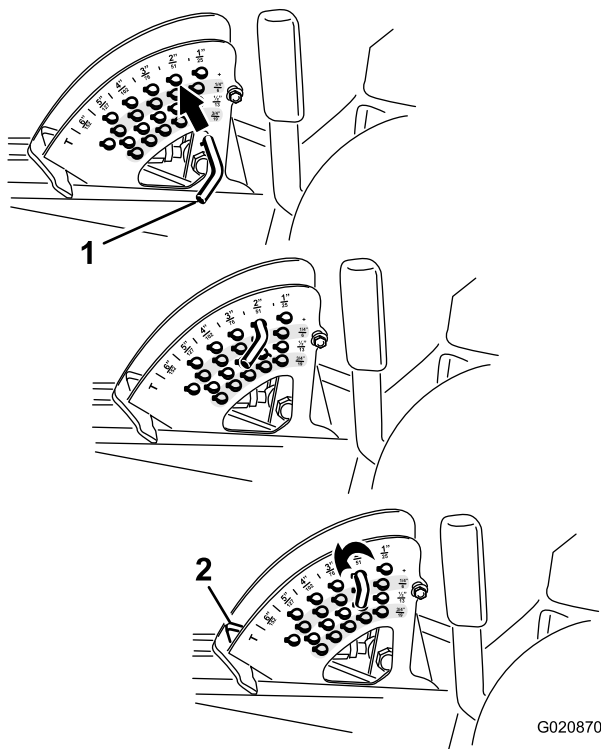

図 20
注 デッキを上昇位置にロックするには、上昇位置からさらに 15 cm 上昇させ、刈高ストップピンを抜いて、ピンを刈高 15cm の穴に通します (図 20)。
2. ストップピンについているロールピンを回してピンと刈高設定穴のスロットとが整列したところでピンを抜き取る (図 20)。
3. 刈高ブラケットについている穴から、希望する刈高に対応する穴を見つけ、その穴にピンを通し、ピンを回してロックする (図 20)。
注 穴は全部で4列あります (図 20)。外周側の列は、外周部に刻印されている通りの刈高の穴です。2 列目の穴は、それぞれ 1 列目プラス 6 mmの刈り高となります。3 列目の穴は、それぞれ 1 列目プラス 12 mmの刈り高となります。一番下の列の穴は、それぞれ 3 列目プラス 18 mmの刈り高となります。刈高 158mm だけは例外で、2列目のはずれにあります。この穴にセットすると 刈高 158 mm となります (6 mm アップにはなりません)。